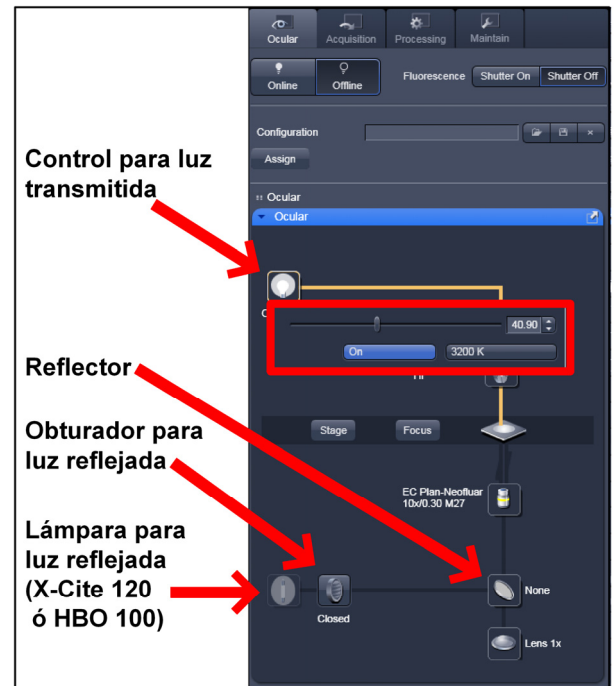

Fig. 12 Ventana de control del microscopio con el menú pop-up Transmitted Light
- Abra el menú gráfico pop-up haciendo clic en el botón **Transmitted Light** (Fig. 12).